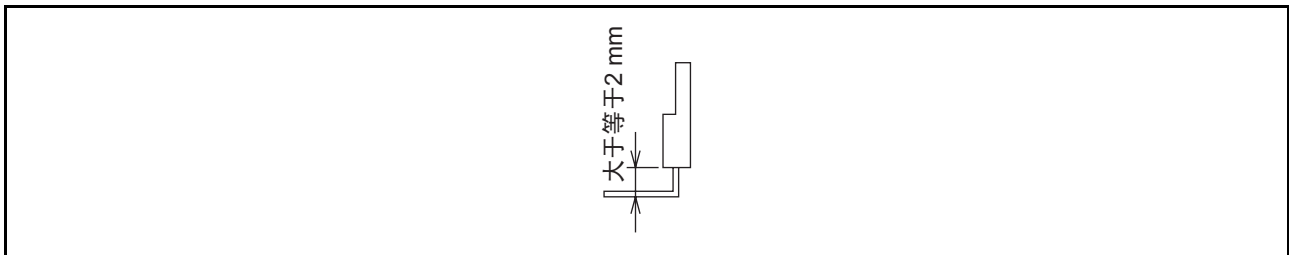

图16 垂直弯折引脚时
- (c) 垂直（与器件型号表示面垂直）弯折引脚时，如图16所示，请在距外壳至少2mm处进行弯折。